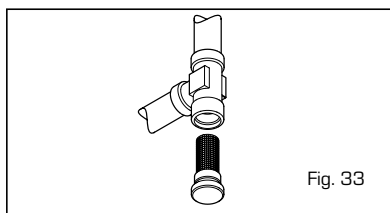

Fig. 33
4.8.1 Limpeza do filtro circuito de aquecimento (fig. 33)